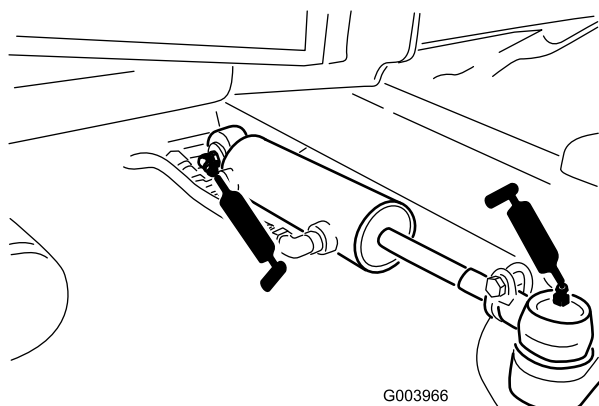

Figure 57
- Rotules de vérin de direction (2) (Figure 57)